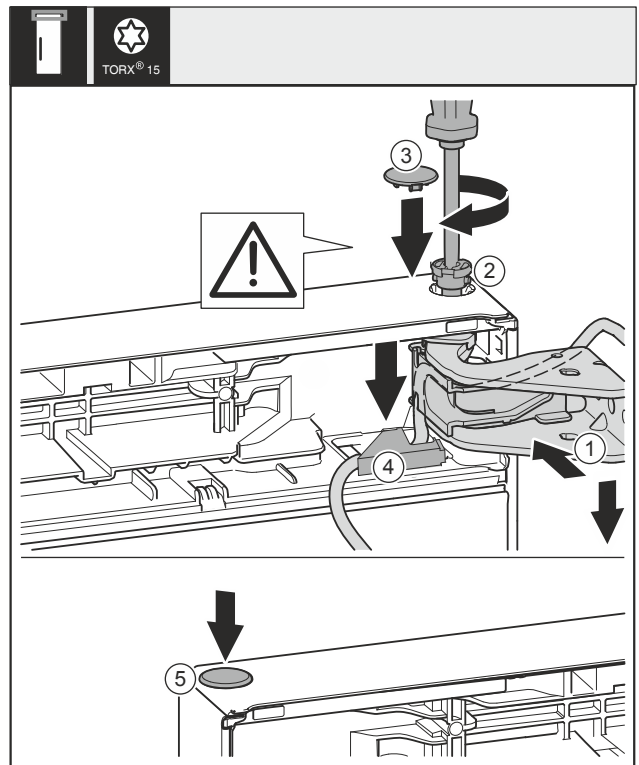

Fig. 43
- Aligner la porte en haut sur l'ouverture du support de palier Fig. 43 (1).
- Insérer l'axe Fig. 43 (2) et le serrer avec un tournevis.
- Monter le cache de fixation pour sécuriser la porte : mettre le cache de fixation Fig. 43 (3) en place et vérifier qu'il repose bien sur la porte. Sinon, insérer complètement l'axe.
- Mettre le cache Fig. 43 (4) en place et le pousser vers le bas jusqu'à ce qu'il s'enclenche.
- Mettre le cache Fig. 43 (5) en place.